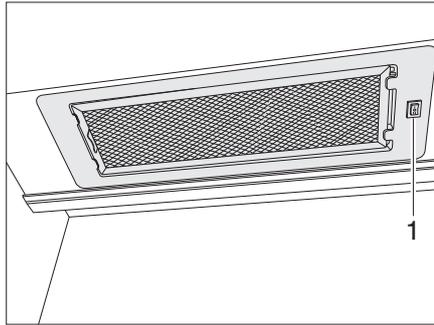

Fig. 128 Hotte aspirante
- Allumer et éteindre la hotte aspirante avec l'interrupteur (Fig. 128,1).